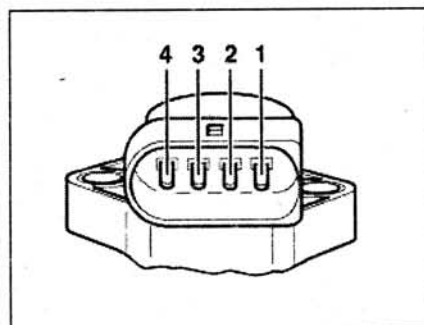

Рис. 3.24. Измерьте сопротивление между контактами 1 и 2 датчика.
8. Отсоедините разъем проводки от датчика (рис. 3.24). Измерьте сопротивление между контактами 1 и 2 датчика.